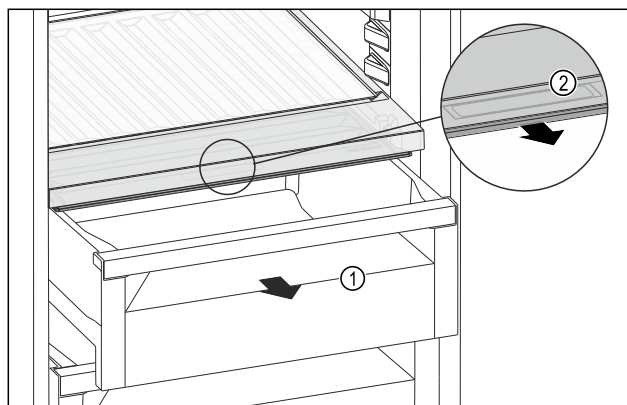

Fig. 228
- ▶ Wyciągnąć szufladę Fig. 228 (1).